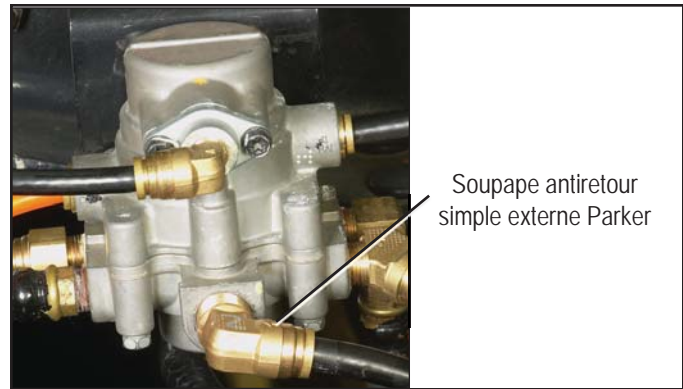

Figure 2 – SOUPAPE SR-7™ ET SOUPAPE ANTIRETOUR SIMPLE PARKER
4. Enlevez la ligne d'alimentation de 12,7 mm (½ po) de diamètre extérieur, à partir du port d'alimentation de la soupape antiretour simple Parker. Reportez-vous aux Figures 2 et 3. **Remarque** : Certaines soupapes SR-7™ peuvent être équipées d'un raccord entre la soupape antiretour simple et la soupape SR-7™.